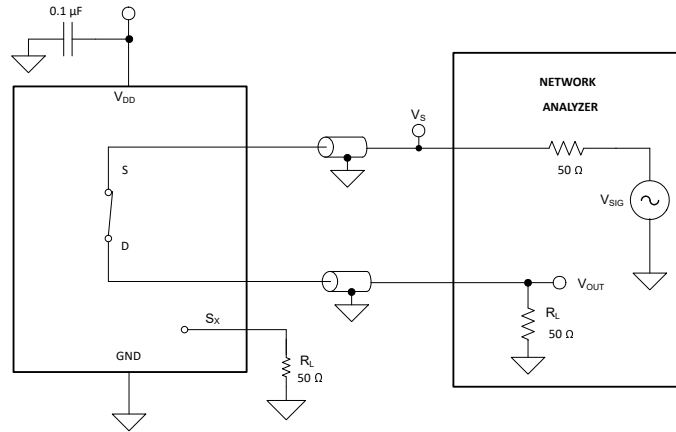

图 6-11. 带宽测量设置
带宽定义为当输入施加到开启通道的源极引脚 (Sx) 且输出在器件的漏极引脚 (D) 处测量时衰减小于 3dB 的频率范围。图 6-11 展示了用于测量带宽的设置。